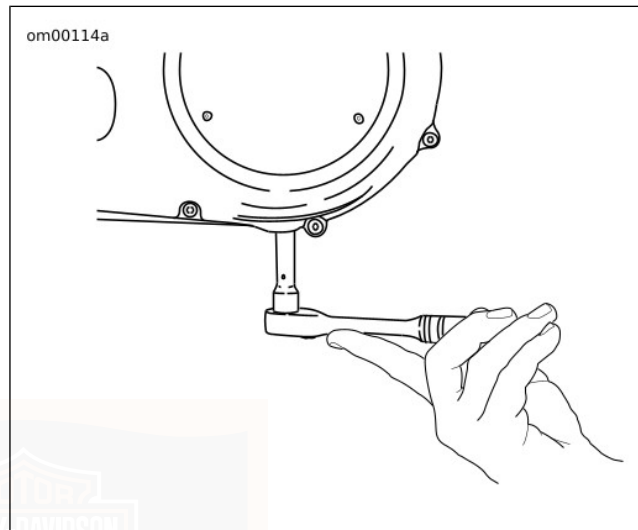

Figura 35. Rimozione del tappo di scarico del carter della catena
3. Vedere Figura 35. Togliere il tappo magnetico di scarico alla base del coperchio del carter interno della catena della trasmissione primaria. Scaricare l'olio in un apposito recipiente.